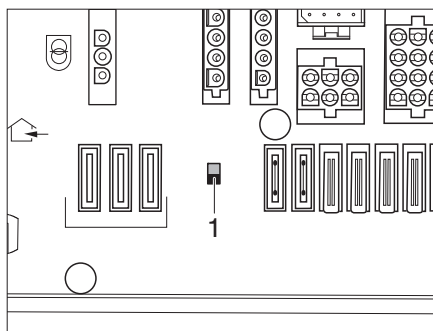

Fig. 267 Separador de batería
- Separador de batería (Fig. 267,1) en el EBL en posición «ON».